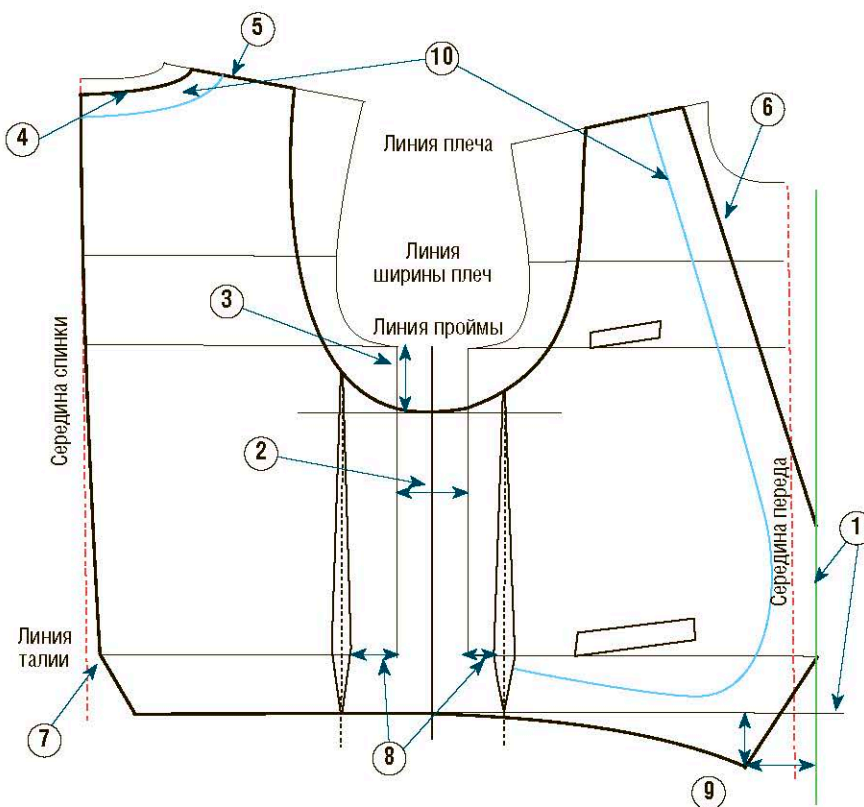
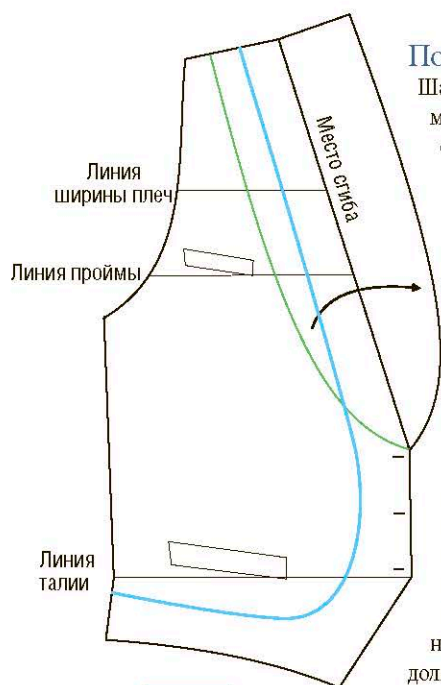

Рис. 1
Рис. 2
⑦ На середине спинки сделайте вытачку с раствором 1,5 см, которая в зависимости от морфологических особенностей человека может доходить почти до линии проймы или располагаться между линиями проймы и ширины плеч. Внизу середины спинки начиная от линии талии обозначьте расхождение нижних косых краев. Их уголки должны находиться на расстоянии 3 см от середины спинки.
⑧ От боковой линии, которую впоследствии вы сотрете, отложите 2,5 см по полочке и 3 см по спинке. Отметьте соответствующими вертикальными линиями от кривой проймы до низа изделия. Так вы получите оси пролегания вытачек (на рис. 1 отмечены пунктирными линиями). На каждой из этих осей расположите вытачку с шириной раствора 1,5 см.
⑨ Обозначьте точку внизу полочки на расстоянии примерно 6 см от края полузаноса и примерно на 3–4 см ниже линии низа жилета. Обозначьте низ жилета в виде прямой или слегка изогнутой линии, проходящей через эту точку и доходящей до оси вытачки.
⑩ Обозначьте формы обтачки и подбортов, начертив параллельные линии на расстоянии примерно 3–5 см от линии горловины по спинке и полочке (на рис. отмечены голубым цветом). Чтобы облегчить процесс их стачивания с подкладкой, закруглите углы так, как показано на рисунке. Для определения места входа в карманы и построения их выкройки вернитесь на с. 34 и 36.
Шалевый воротник можно строить по трансформируемому чертежу (рис. 1), но для большей ясности в этой книге он представлен в виде отдельной выкройки. В этой модели воротника отвороты сделаны в виде сгибов и находятся только спереди, а их края вшиты в плечевой шов. Линия выреза рассматривается как место отворота воротника. Нарисуйте вдоль нее форму воротника (на рис. 2 обозначена зеленой линией). Ширина воротника обычно составляет примерно 5 см, но нужно учитывать и местоположение нагрудного кармашка. Перенесите ширину шалевого воротника на линию плеч, затем от этой точки начертите параллель к сгибу воротника, которая заканчивается закруглением, чтобы перейти к верхнему краю полузаноса. При необходимости можно изменить местоположение кармашка или уменьшить ширину воротника, чтобы он не перекрывал кармашек. Минимальное расстояние между наружным краем воротника и краем нагрудного кармашка должно быть не менее 1 см. С помощью кальки или копировального ролика отзеркальте форму воротника на другую сторону сгиба (см. рис. 2).